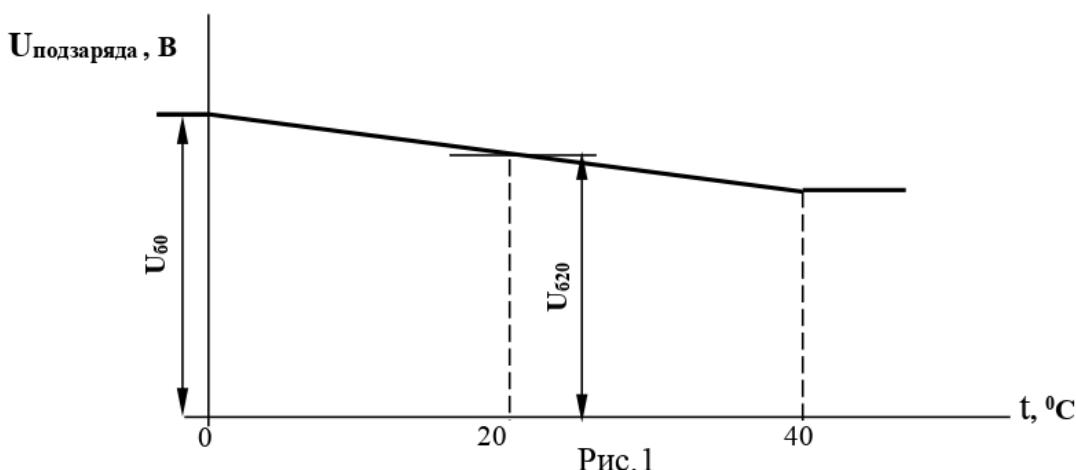

Рис.1
- В ИБЭП обеспечивается корректировка напряжения постоянного подзаряда в зависимости от температуры окружающей среды в соответствии с ниже приведённой характеристикой (рис.1), которая задается пользователем в меню «УСТАНОВКИ» путем задания напряжений при 0°C (U_{60}) и 20°C (U_{620}).